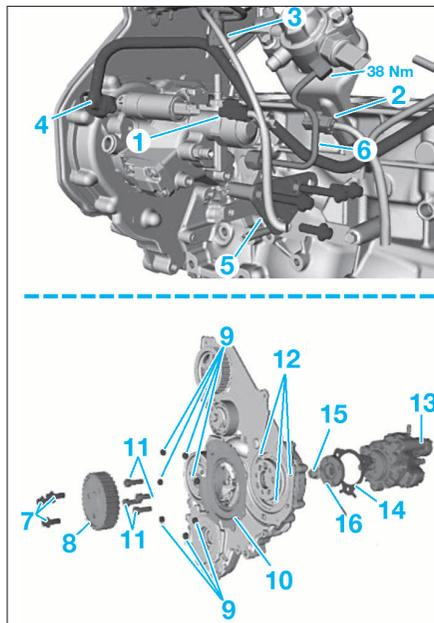

FIG. 27
- les connecteurs électriques de soupape de dosage de carburant (1) et de régulateur de pression d'alimentation (2) (Fig.27).
- les canalisations de retour (3), d'alimentation (4) et de haute pression de pompe (6).
- Déposer le support de fixation arrière (5) de la pompe.
- Desserrer les vis de fixation (7) de la poulie (8) de pompe puis la déposer.
- Desserrer les écrous de fixations (9) du joint (10) de pignon de pompe haute pression puis le déposer.
- Déposer les vis de fixation (11) de pignon de pompe haute pression.
- Desserrer les vis de fixation (12) de pompe haute pression (13) puis la déposer.